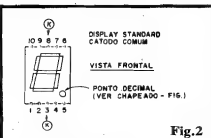

Fig.2
**- FIG. 2 - O DISPLAY - NO FRED, usamos 3 displays numéricos de 7 segmentos, a LEDs (vermelho ou laranja, em sua luminosidade...), obrigatoriamente do tipo catodo comum, e com pinagem standard. O indicado código MCD198K (ver LISTA DE PEÇAS) admite várias equivalên-**